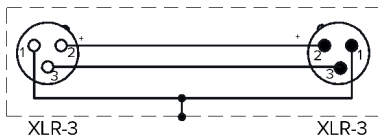

рис. 4
1. Поставьте переключатель (6) в положение соответствующее напряжению используемой сети.
2. Вставьте сетевой шнур в блок сетевого фильтра (4).
3. Соедините входной разъем (2) с микрофоном при помощи кабеля XLR-5 — XLR-6 входящего в комплект.
4. Для соединения выходного разъема блока питания с микшерным пультом – используйте любой микрофонный кабель XLR-3 (рис. 4).
6. Включите сетевой выключатель (5), на панели загорится сигнальный индикатор (1).